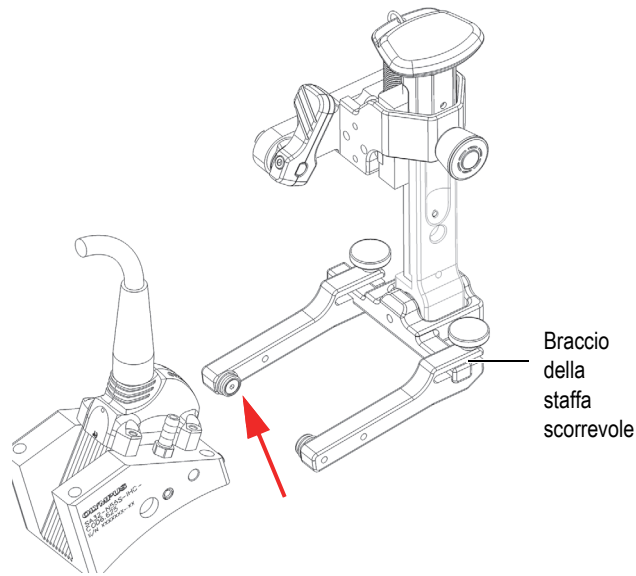

Figura 2-14 Allineamento del foro rotante dello zoccolo con il perno del braccio della staffa
3. Per rimontare un gruppo sonda-zoccolo, allineare i fori dei perni dello zoccolo con il perno del braccio della staffa non scorrevole (Figura 2-14 a pagina 51).